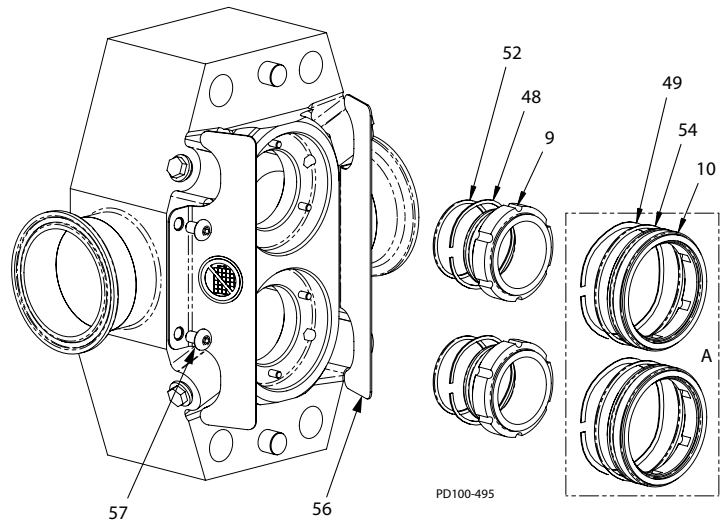

Abb. 53 - Wellendichtungsmontage
3. Montieren Sie den inneren Dichtungs-O-Ring (Abb. 53, Einzelheit 52) in die innere Dichtungsnut und den Wellenfederring (Pos. 48) auf den Körper der inneren Dichtung (Pos. 9).
5. Befestigen Sie die Schutzbleche (Abb. 53, Einzelheit 56) am Körper mit Kopfschrauben (Pos 57).
6. Für Pumpen mit doppelten Dichtungen (Abb. 53, Einsatz A):
Montieren Sie den äußeren Dichtungs-O-Ring (Abb. 53, Einzelheit 54) in der Nut in der äußeren Dichtung (Pos. 10).